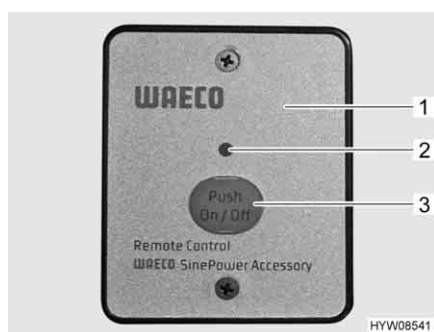

Fig. 131 Interruttore esterno (invertitore)
- Premere il tasto "On/Off" (Fig. 131,3). Il LED (Fig. 131,2) si accende.
- Premere il tasto "On/Off" (Fig. 131,3). Il LED (Fig. 131,2) si spegne.